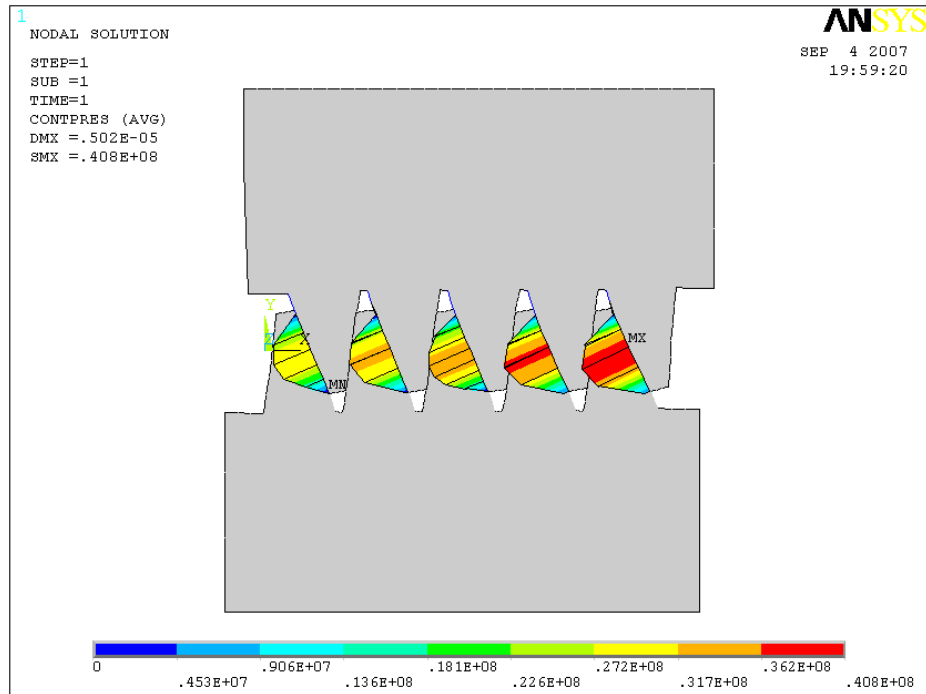

Рисунок 67. Результаты визуализации контактных давлений
- Нажать кнопку **OK** (Рисунок 67).